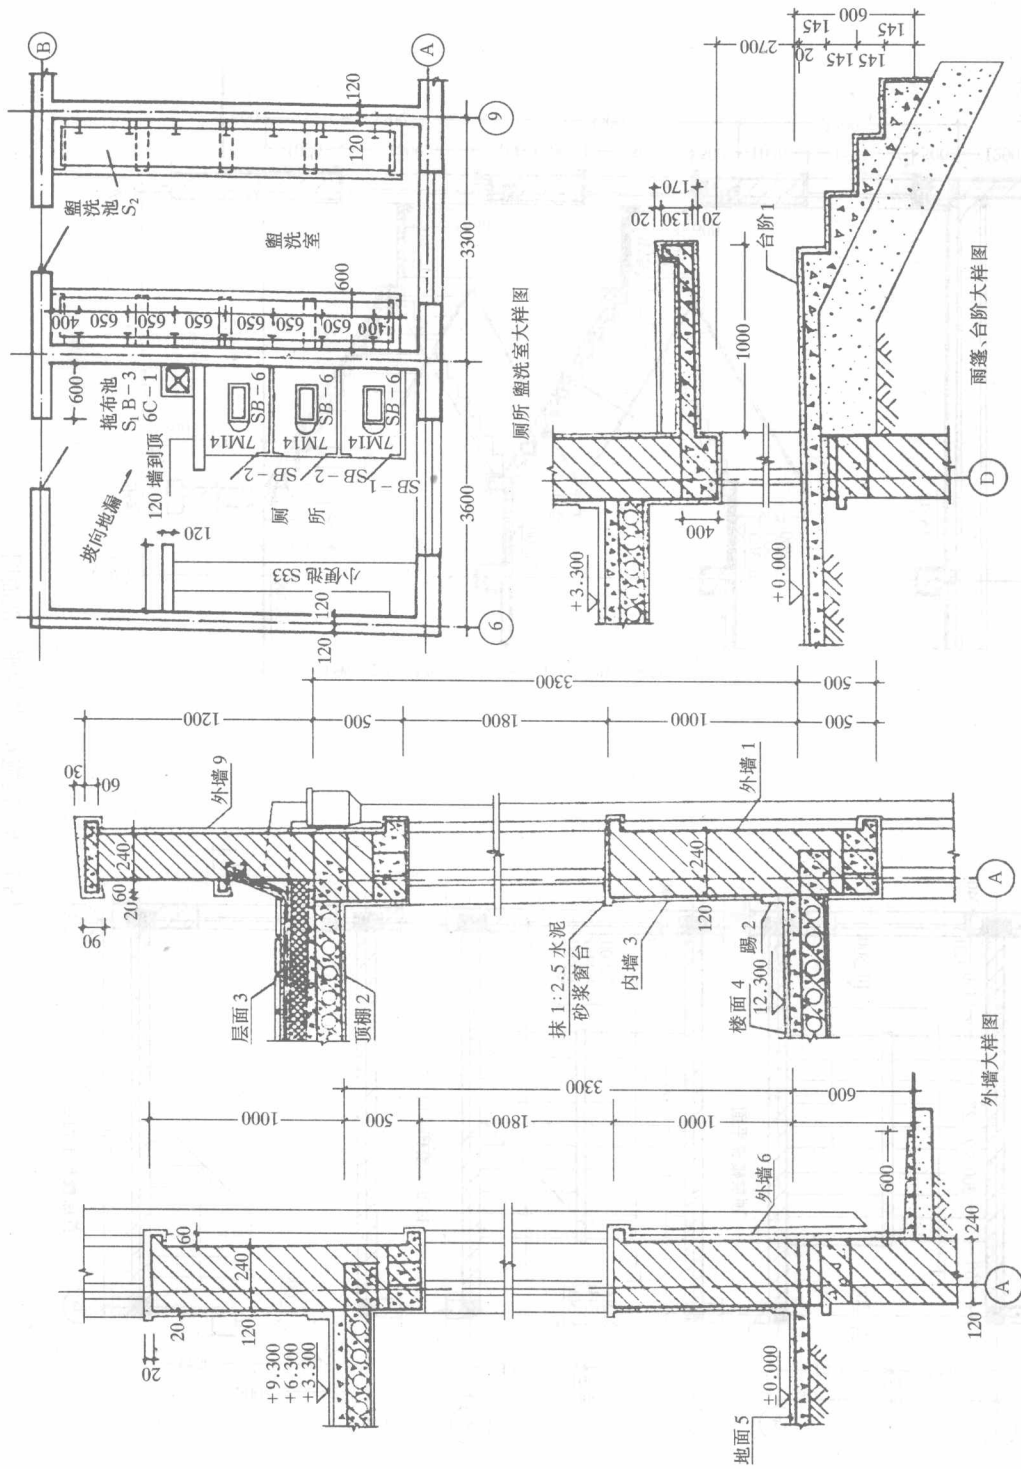

图 1-1-7 建设 7 外墙、雨篷、台阶、厕所、盥洗室大样图
- 图 1-1-7 建施 7 外墙、雨篷、台阶、厕所、盥洗室大样图